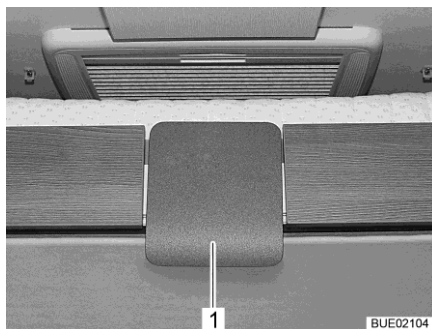

Bild 139 Låsplattan på den höjbara sängen (Ixeo I)
- Höjbar säng med spärr: Dra ner på låsplattan (Bild 139,1) och dra ner den höjbara sängen så långt det går.